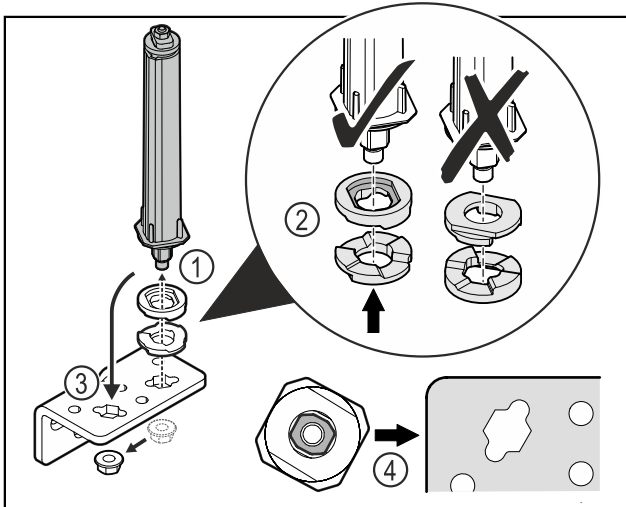

Fig. 54
- ▶ Dévisser l'écrou et retirer le système de fermeture de porte Fig. 54 (1).
- ▶ Veiller à ce que les rondelles de réglage de la hauteur soient correctement orientées Fig. 54 (2).
- ▶ Mettre le système de fermeture de la porte dans l'autre trou de l'équerre de charnière et le fixer avec l'écrou Fig. 54 (3).
- ▶ Lors de la mise en place, veiller à bien orienter le système de fermeture de porte Fig. 54 (4).